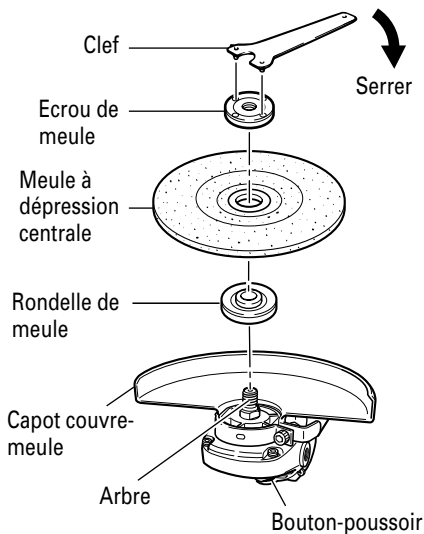

Fig. 5
10. Vérifier le bouton-poussoir. S'assurer que le bouton-poussoir n'est pas engagée appuyant dessus deux ou trois fois avant de mettre la meuleuse à disque en marche. (Fig. 5)
- (1) Mettre la meuleuse à disque à l'envers de façon que l'arbre soit dirigé vers le haut.
- (2) Aligner l'entaille de forme ovale de la rondelle de meule avec l'encoche de l'arbre, puis les attacher.
- (3) Positionner la protubérance de la meule à dépression centrale sur la rondelle de meule.
- (4) Visser l'écrou de meule sur l'arbre.
- (5) Tout en poussant sur la bouton-poussoir avec une main, verrouiller l'arbre en tournant doucement la meule à dépression centrale avec l'autre main. Serrer l'écrou de meule en utilisant la clef comme montré sur la Fig. 5.